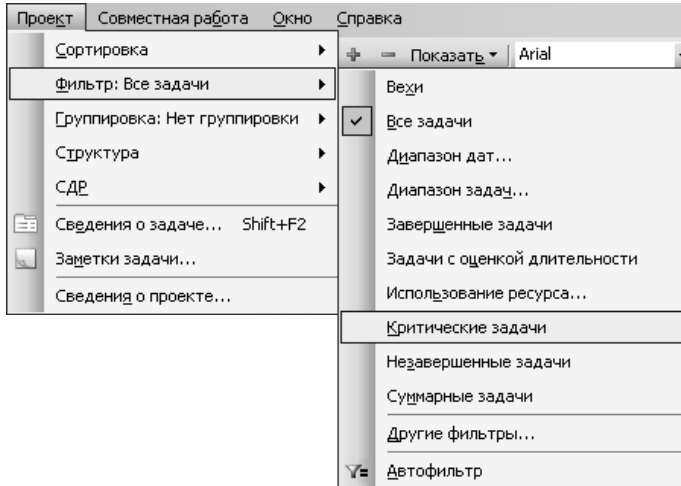

Рис. 17. Приклад меню з визначення критичних задач
2. У меню **Проект** виберіть **Фільтр**, а потім **Критичні завдання** (рис. 17).